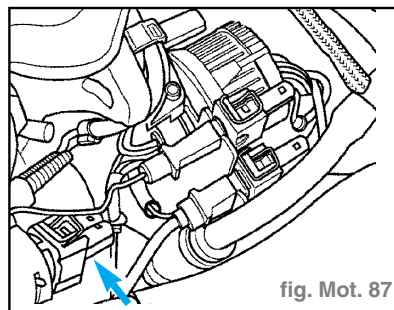

fig. Mot. 87
- Débrancher la fiche à 4 raccords du transmetteur de température de liquide de refroidissement (G62) avec le transmetteur d'indicateur température de liquide de refroidissement (G2) (flèche) (fig. Mot. 87).